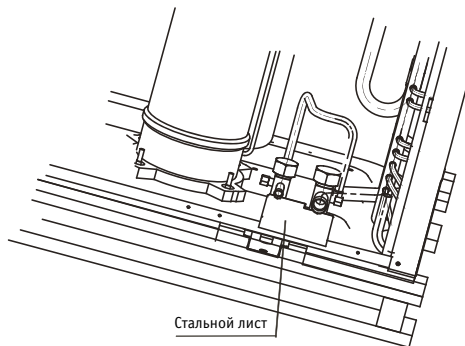

Рис. 4-7
- Перед пайкой трубопровода проложите стальной лист за вентилями во избежание повреждения блока пламенем горелки, как показано на рис. 4-7.